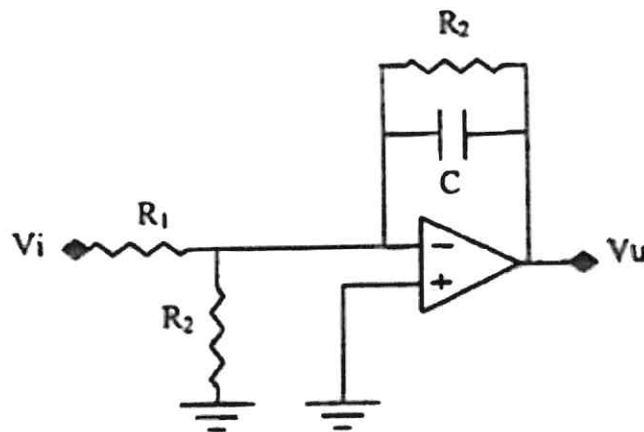

Fig. 2
7. Al fine di eliminare il disturbo a frequenze superiori a quelle del segnale, si utilizzi il circuito visualizzato in Fig. 2. Determinare la funzione di trasferimento di tale circuito ed i diagrammi di Bode del modulo e della fase;